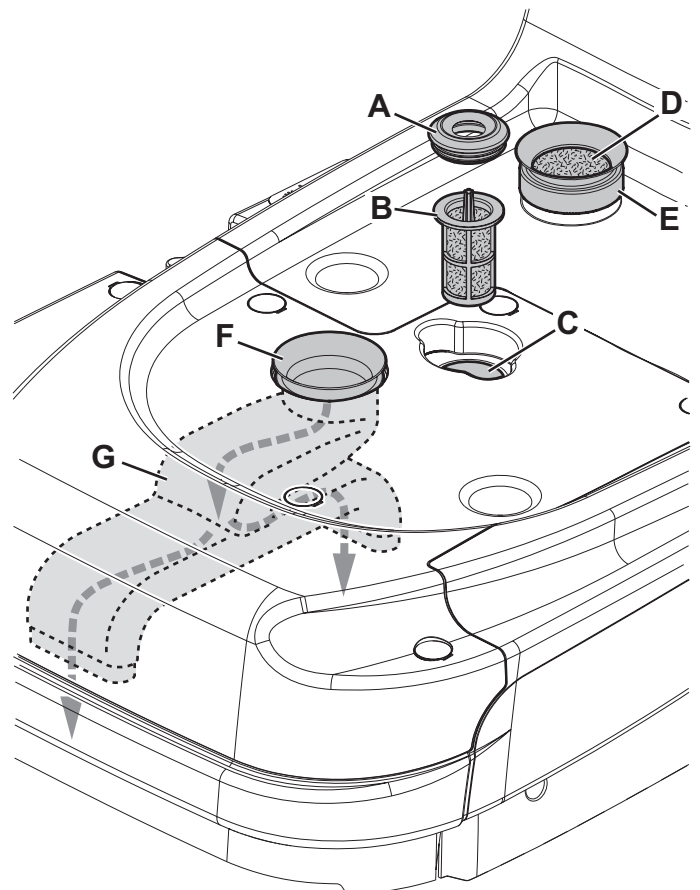

Abbildung 12
1. Das Tankfach (13) mithilfe des Griffs (15) aus dem Gerätegehäuse ziehen.
2. Den Gummidichtung (A, Abb. 12) abnehmen, dann das Filtersieb (B) herausnehmen.
3. Reinigen und in den Sitz (C) einstecken.
4. Luftfilter (D) abnehmen und reinigen.
5. Den Filter wieder in den Dichtungssitz (E) einsetzen.